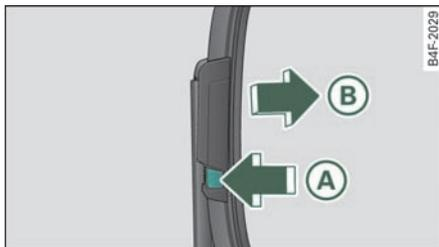

图 58 拆卸车窗玻璃刮水片
- 从两侧按压刮水片上的锁块 ① => 图 58。
- 按箭头方向 ② 取下刮水片。